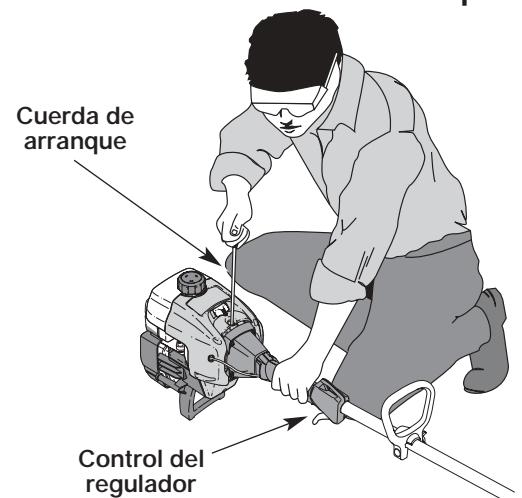

Fig. 8
ADVERTENCIA: Evite los arranques accidentales. Colóquese en posición de inicio cuando tire de la cuerda de arranque (Fig. 8). El operador y la unidad deben estar en una posición estable al arrancar la unidad para evitar graves lesiones personales. Compruebe que cualquier complemento usado se instale correctamente y que esté seguro, antes de poner en marcha la unidad.
5. Colóquese en la posición de arranque y **no apriete el control de aceleración** (Fig. 8). Tire bruscamente del cordón de arranque hasta 10 veces.